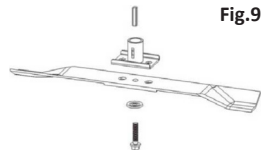

Fig.9
- Dacă doriți să înlocuiți lama de tăiere, scoateți șurubul (Fig. 9).